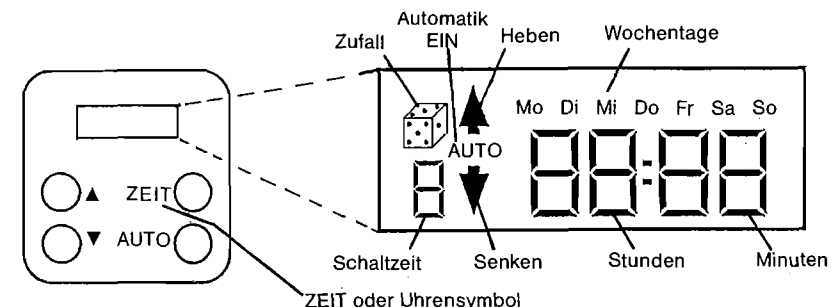

Bild 3 Steuerung mit Uhrzeit- und Wochentaganzeige
- Anzeige der aktuellen Uhrzeit und des Wochentages, Bild 3.